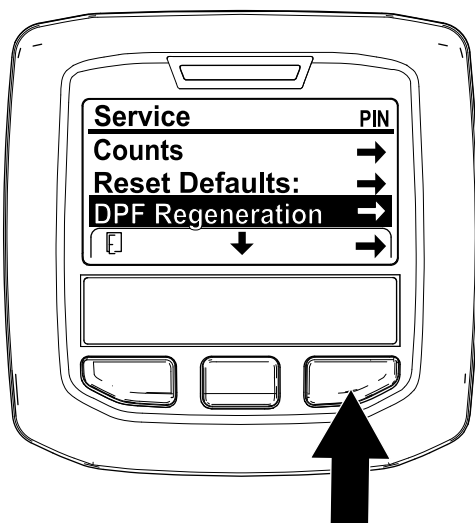

Figura 53
- Accedete al menu Service e premete il pulsante centrale per scorrere il menu verso il basso fino all'opzione DPF REGENERATION ((Rigenerazione FAP) (Figura 53).
- Premete il pulsante destro per selezionare la voce DPF Regeneration (Figura 53).